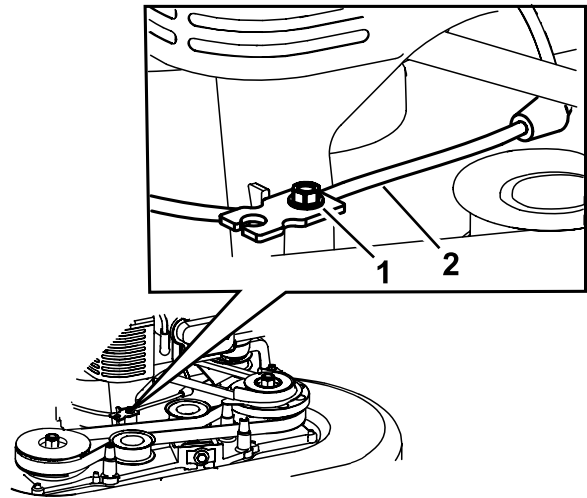

Bild 43
5. Lösen Sie die Schraube an der Seilzugklemme (Bild 43).